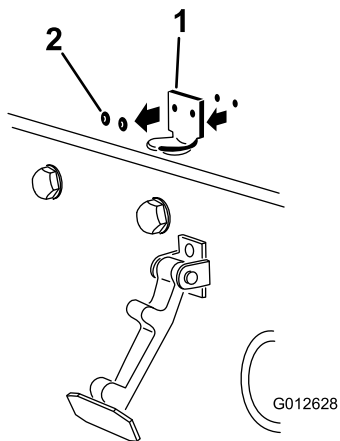

Bild 15
2. Entfernen Sie die zwei Nieten, mit denen die Halterung des Motorhaubenriegels an der Motorhaube (Bild 15) befestigt ist, und nehmen Sie die Halterung des Motorhaubenriegels von der Motorhaube ab.